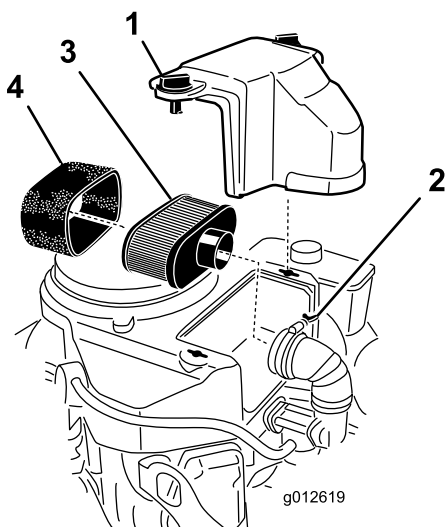

Figura 38
3. Curățați în jurul filtrului de aer pentru a preveni pătrunderea murdăriei în motor și a evita deteriorarea (Figura 38).
4. Slăbiți uruburile capacului și scoateți capacul filtrului de aer (Figura 38).
5. Slăbiți clema furtunului și scoateți ansamblul filtrului de aer (Figura 38).
6. Trageți cu grijă elementul din spumă de pe elementul din hârtie (Figura 38).
1. Curățați elementul din hârtie lovindu-l ușor pentru a îndepărta praful. Dacă este foarte murdar, înlocuiți elementul din hârtie (Figura 38).
1. Glisați cu grijă elementul din spumă pe elementul din hârtie (Figura 38).
2. Amplasați ansamblul filtrului de aer pe baza filtrului de aer sau furtun i fixați-l (Figura 38).
3. Montați capacul filtrului de aer i strângeți uruburile capacului (Figura 38).